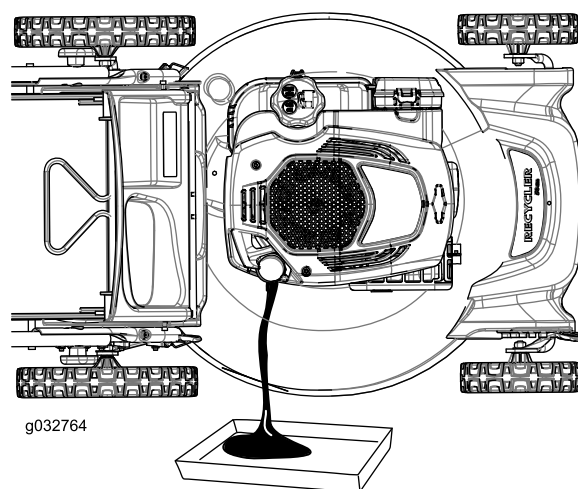

Figure 26
7. Basculez la machine sur le côté, tube de remplissage en bas, pour vidanger l'huile usagée dans le bac de vidange par le tube de remplissage (Figure 26).